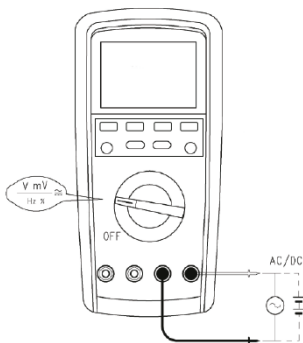

Рис. 2 Измерение напряжения переменного и постоянного тока
**7.1 Измерение напряжения переменного и постоянного тока** (см. рис. 2)